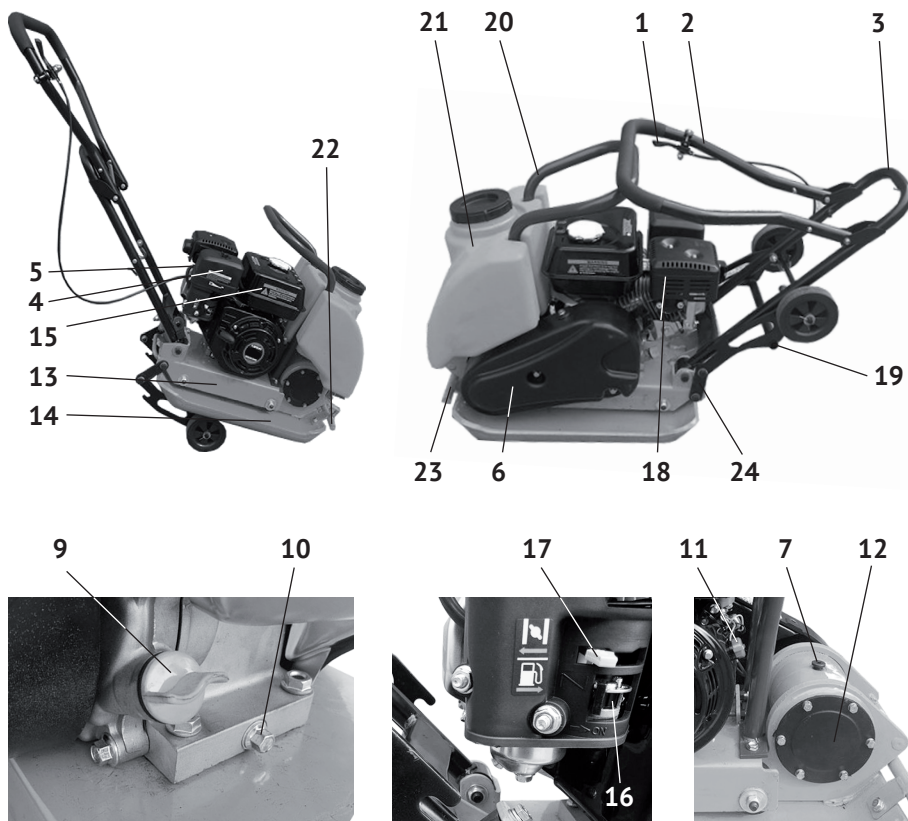

рис.1
2.4 Общий вид виброплиты представлен на рис.1
Основным несущим узлом виброплиты является цельнометаллическое основание (рис.1 поз.14), выполненное заодно с корпусом вибратора, имеющее форму широкой «лыжи» с загнутыми краями. Сверху на основание крепится, с использованием виброамортизаторов (резиновых подушек), платформа двигателя (рис.1 поз.13). Платформа двигателя – сварная конструкция, являющаяся базовым узлом, на которую крепятся: двигатель с приводом, рукоятка управления (рис.1 поз.3), кронштейн с колёсами (рис.1 поз.19), рама крепления (рис.1 поз.20) системы орошения с баком (рис.1 поз.21) и кожух ремённой передачи (рис.1 поз.6).
В корпус вибратора, на подшипниках, смонтирован эксцентриковый вал, закрытый с торцов крышками (рис.1 поз.12). На выходном конце вала вибратора закреплён шкив ремённой передачи.
При вращении эксцентрикового вала вибратора создается центробежная сила, приводящая к вибрации плиты (рис.1 поз.14). Амплитуда колебаний в передней части виброоснования больше, чем сзади, что приводит к прямолинейному передвижению виброплиты.
- прикрутить соединительные планки (рис.1 поз.24) болтами сбоку к платформе двигателя;
- прикрепить к планкам кронштейн колёс (рис.1 поз.19) болтами с самоконтрящимися гайками.
Откройте крышку топливного бака (рис.1 поз.8). Заливайте бензин в топливный бак не более чем на 1 см ниже уровня основания заливной горловины. Перед запуском двигателя тщательно протрите крышку бензобака, удалив возможные при заправке брызги топлива.
- открутить пробку (рис.1 поз.7) в верхней части корпуса вибратора;
- отвернув крышку пластикового бака (рис.1 поз.21), залейте воду;
- отрегулируйте подачу воды с помощью крана оросительной трубки (рис.1 поз.22).
- медленно потяните за ручку стартера (рис.1 поз.15) до появления сопротивления, а затем резким движением вытяните трос на всю длину. Повторите действие ещё раз, если двигатель не завёлся;